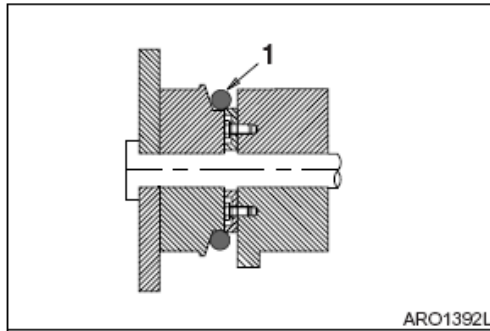

Figura 98
5. Deslice la nueva junta tórica (1, Figura 98) dentro de la ranura correspondiente.